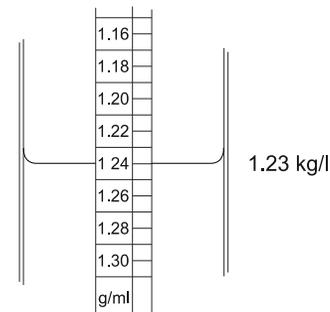

Bild 6-8. Messen des spezifischen Gewichts des Elektrolyts
- Lesen Sie wie in Bild 6-8. gezeigt den Wert ab.